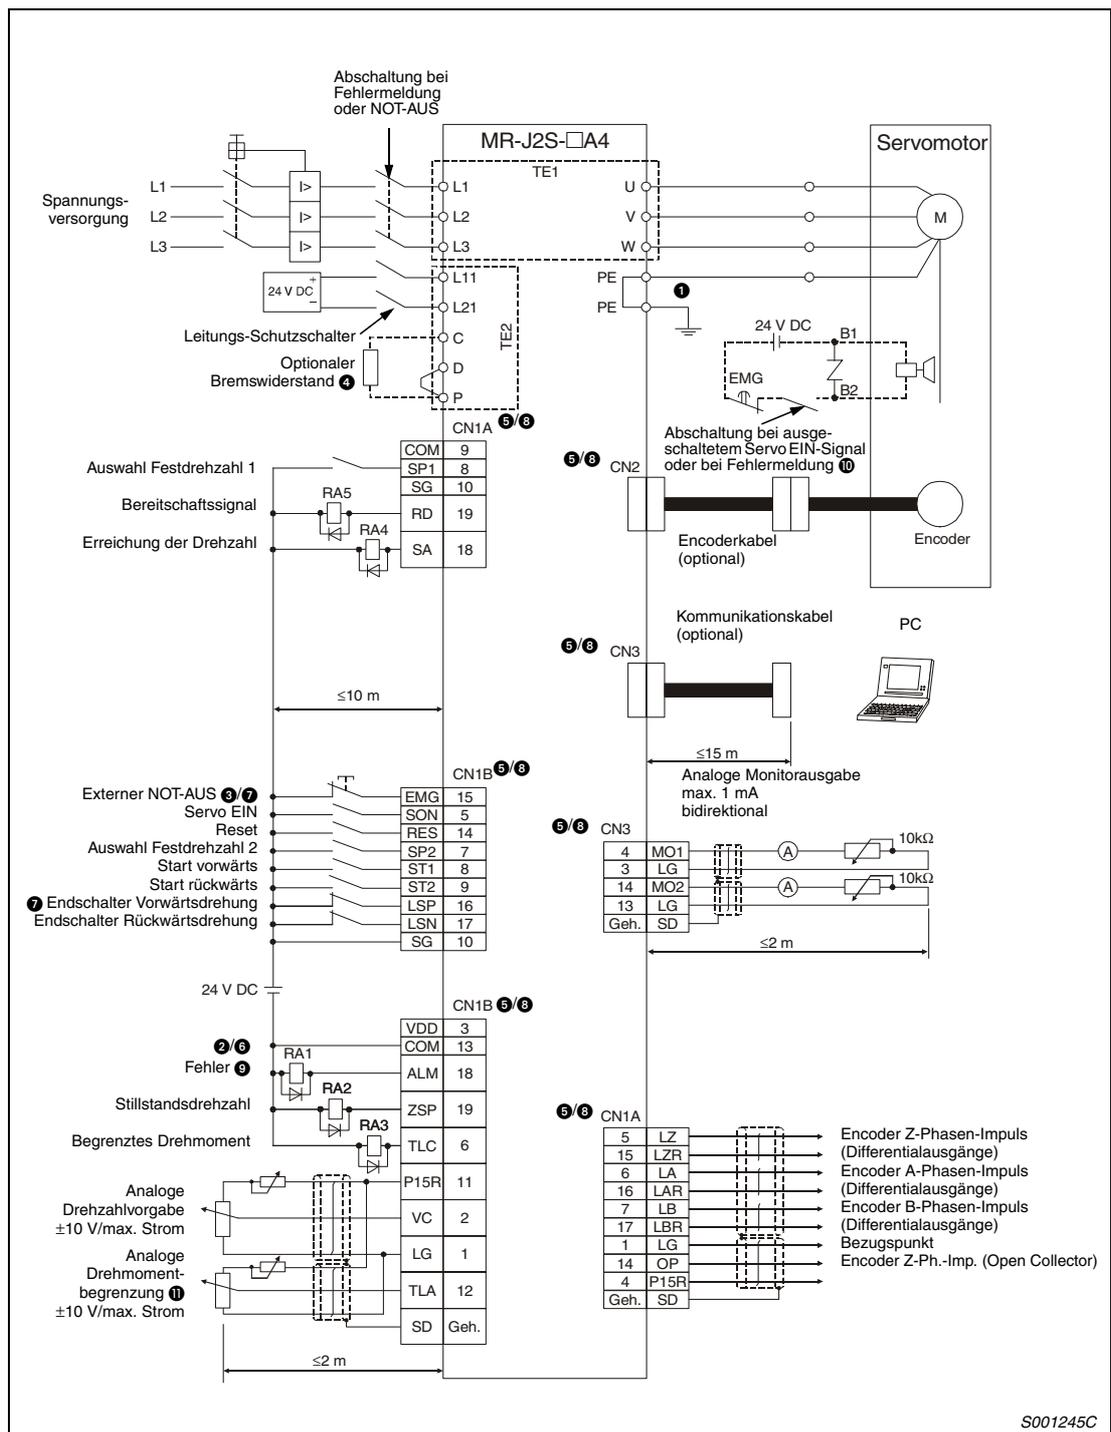

Abb. 3-51: Beispielschaltung zur Drehzahlregelung in positiver Logik
① **Achten Sie auf korrekte Erdung von Servomotor und Servoverstärker. Zur Vermeidung eines elektrischen Schlags müssen Sie die Schutzleiterklemme (PE) des Servoverstärkers, gekennzeichnet mit  $\perp$ , mit der Erdungsklemme des Schaltkastens verbinden.**
② **Achten Sie bei der Diode auf korrekten Anschluss. Ein verkehrter Anschluss der Diode führt zu fehlerhaftem Verhalten des Servoverstärkers und verhindert das Aus-senden von Signalen, die wichtige Schutzeinrichtungen wie NOT-AUS oder andere steuern.**
③ **Ein NOT-AUS-Schalter muss eingesetzt werden.**
**Hinweise zu Abb. 3-51**
- ④ Die gezeigte Beschaltung der Klemmen für den optionalen Bremswiderstand gilt ausschließlich für die Servoverstärker MR-J2S-200A4 oder kleiner. Eine genaue Beschreibung zur Beschaltung der Klemmen für andere Leistungsklassen finden Sie in Tab. 3-4.
- ⑤ Die Stecker CN1A, CN1B, CN2 und CN3 haben die gleiche Form. Eine falsche Belegung der Schnittstellen kann zum Kurzschluss und zur Zerstörung der Ein-/Ausgänge führen.
- ⑥ Der Summenstrom der externen Relais darf maximal 80 mA betragen. Übersteigt der Summenstrom diesen Wert, müssen Sie zusätzlich eine externe Spannungsversorgung vorsehen.
- ⑦ Vor der Betriebsaufnahme müssen das externe NOT-AUS-Signal (EMG) und die Signale LSN und LSP eingeschaltet werden.
- ⑧ Im Servoverstärker sind Pins mit gleichem Namen miteinander verbunden.
- ⑨ Das Fehlersignal (ALM) ist, solange kein Alarm auftritt, immer eingeschaltet (Sicherheits-schaltung). Wird das Signal bei einem Alarm ausgeschaltet, sollte die Sollwertausgabe der überlagerten Steuerung durch ein Unterprogramm gestoppt werden.
- ⑩ Gilt nur für Servomotoren mit elektromagnetischer Haltebremse.
- ⑪ Die analoge Drehmomentbegrenzung (TLA) kann durch Setzen einer der Parameter 43 bis 48 für den Einsatz der Drehmomentbegrenzung (TL) aktiviert werden.